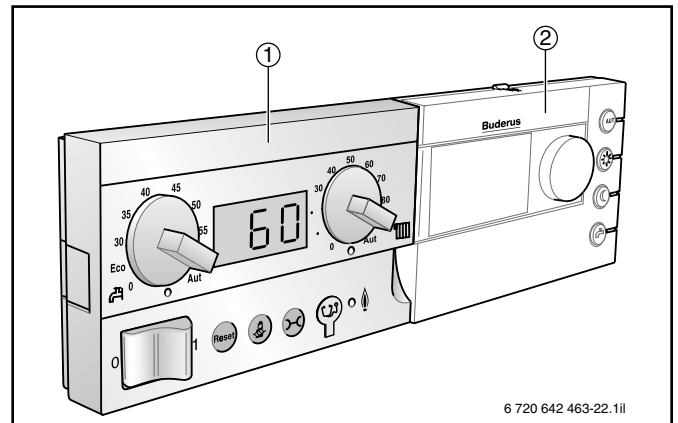

Fig. 26 Regolatore di base Logamatic BC10 con unità di servizio RC35 innestata
Il Logamatic BC10 contiene tutti gli elementi necessari per il funzionamento basilare degli impianti di riscaldamento con Logamatic EMS. Inoltre, sul regolatore di base Logamatic BC10 si trova un innesto per l'unità di servizio RC35, con la quale sono disponibili ulteriori funzioni per una regolazione confortevole (→ fig. 26, pos. 2).